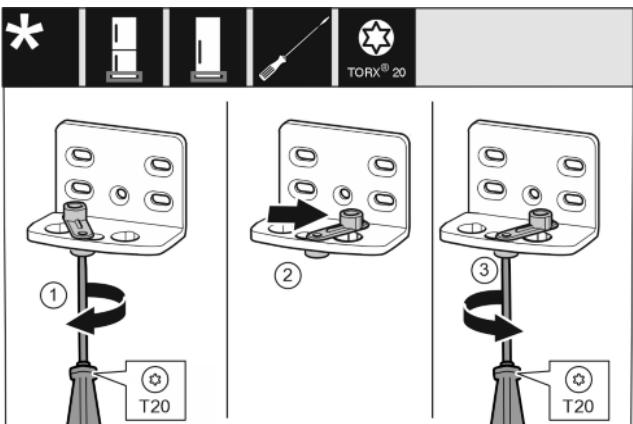

Fig. 14
- ▶ Schroef met de schroevendraaier T20 losdraaien. Fig. 14 (1)
- ▶ Deursluthulp optillen en 90° naar rechts in de opening draaien. Fig. 14 (2)
- ▶ Schroef met schroevendraaier T20 vastschroeven. Fig. 14 (3)